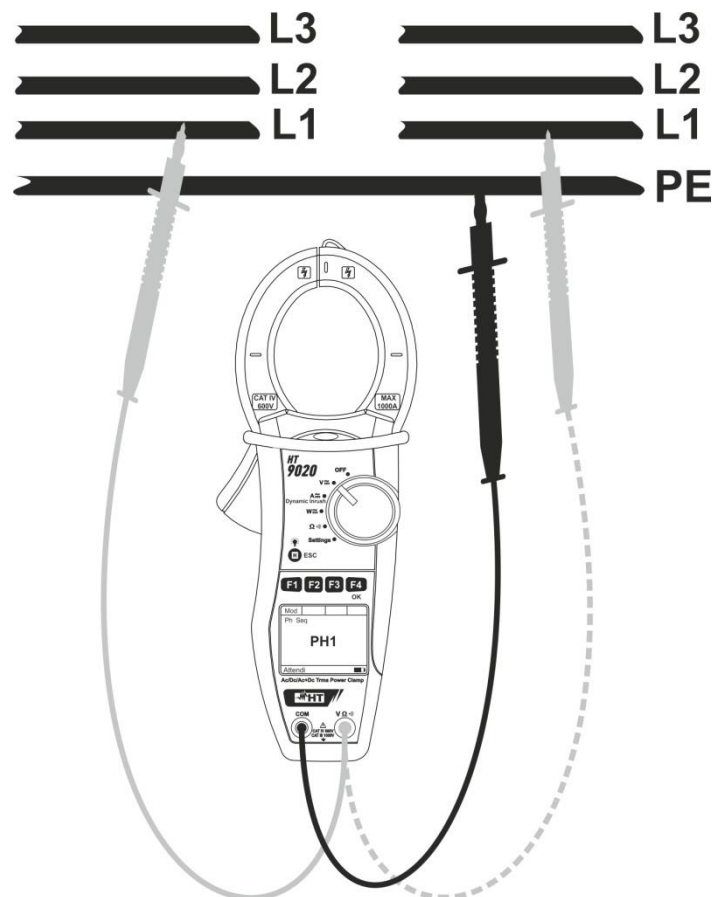

Fig. 8: Verificação da concordância das fases
2. Inserir o cabo vermelho no terminal de entrada $V\Omega$ e o cabo preto no terminal de entrada **COM** e colocar as ponteiras respetivamente na fase L1 do primeiro sistema e na referência de terra (PE) do circuito em exame (ver Fig. 8)
5. O instrumento apresenta a mensagem “**PH2**” e aguarda pela deteção da fase L1 do segundo sistema. Conectar a ponteira vermelha à fase L1 do segundo sistema (ver Fig. 8)